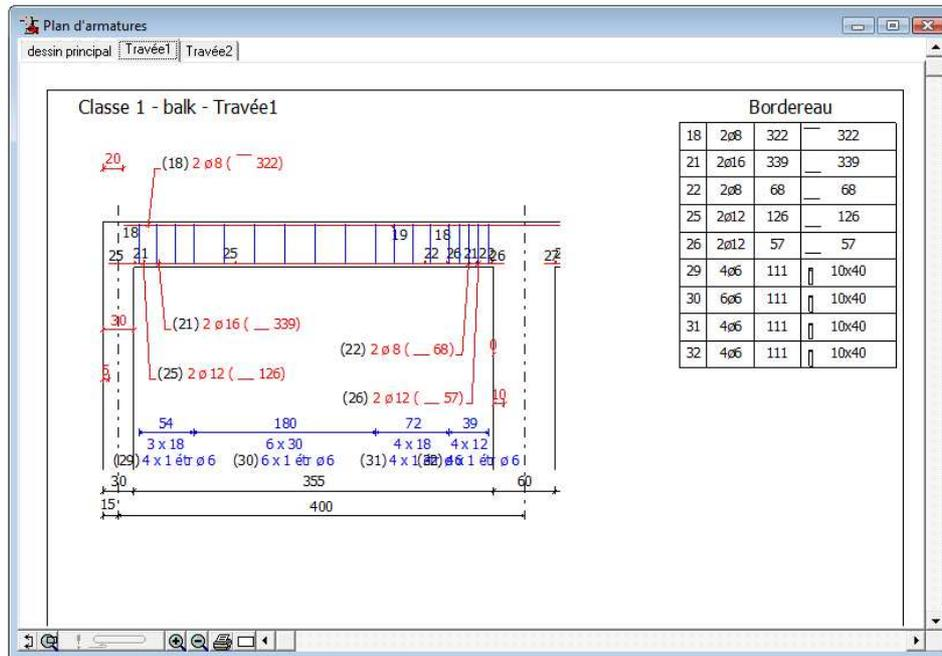

fig. 71: Plan d'armatures - la numérotation des barres changée
Si vous faites suivre la numérotation du bordereau de la poutre "PE2" à celle de "P1", le plan de ferrailage de la poutre "PE2" est affiché comme à la fig. 71. La numérotation des barres commence à partir de (18) puisque les étriers de la dernière zone de "P1" porte le numéro (17).